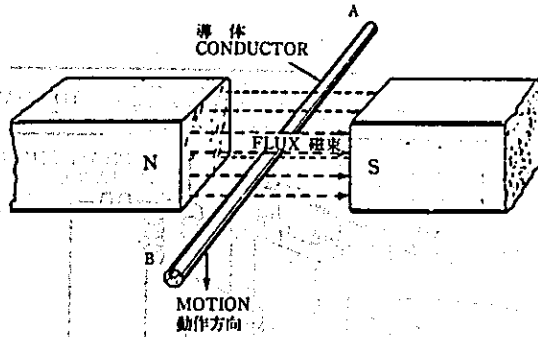

FIG. 1
81. 典型的な構造は図1の如である。
The typical structure is shown in fig. 1.